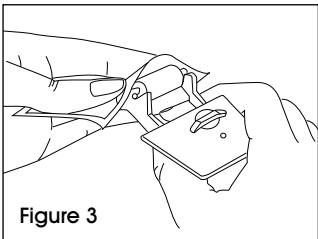

Figure 3
3. Coupez l'extrémité de l'emballage du rouleau encreur. En utilisant l'emballage pour protéger les doigts, faites glisser le transporteur dans l'emballage jusqu'à ce que le nouveau rouleau encreur s'enclenche. (Voir Figure 3)